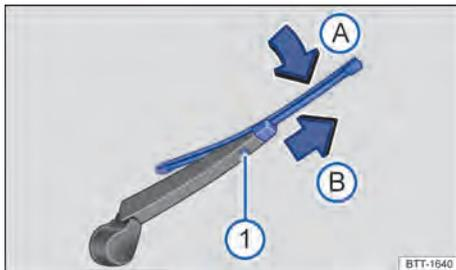

Fig. 167 Na parte traseira do veículo: substituir a palheta do limpador do vidro traseiro.
❶ botão de destravamento
3. Manter o botão de destravamento pressionado → Fig. 167 ❶.
4. Incliná-la para fora o braço dos limpadores dos vidros → Fig. 167 (A) e, ao mesmo tempo, retirar no sentido da seta (B). Para isso, poderá ser necessário um esforço maior.
5. Introduzir a nova palheta do limpador do vidro traseiro de mesmo tamanho e versão no braço do limpador do vidro traseiro no sentido contrário da seta → Fig. 167 (B), até que ela se encaixe. A palheta dos limpadores dos vidros deve estar na posição dobrada para baixo (A).